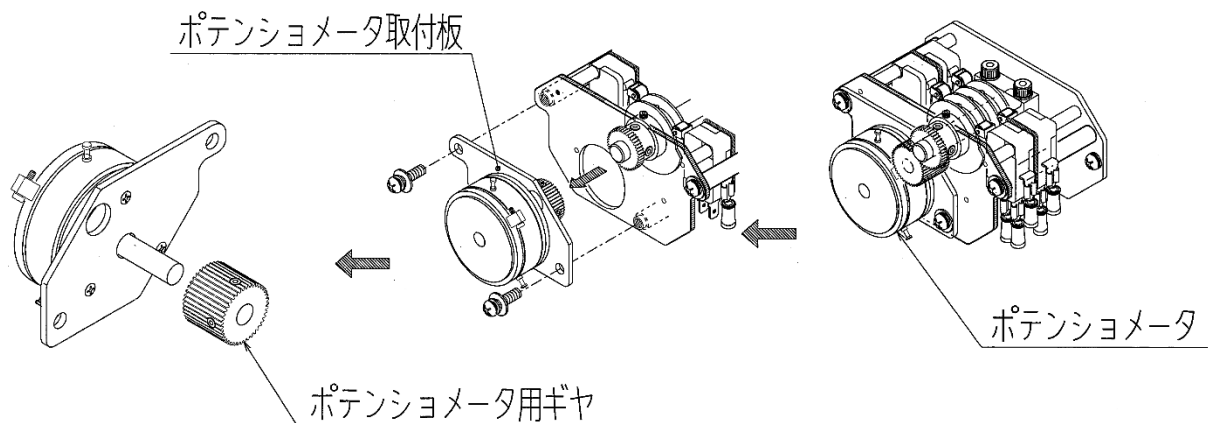

図10：ポテンシオメータの取り外し
- ⑤RM端子に（＋）、WM端子に（－）をテスタ（電圧レンジ）にてあて、電圧値を測定、記録します。
- ⑥ポテンシオメータ本体の3端子に接続されているリード線色と端子番号を記録します。
- ⑦ポテンシオメータの端子付近からリード線を切断します。
- ⑧ポテンシオメータ取付板を取り外します。（図10参照）
- ⑨ポテンシオメータに付いているギヤを外し、ポテンシオメータを取付板から取り外します。